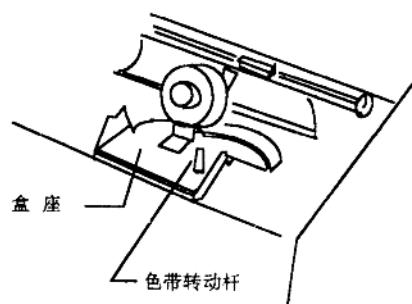
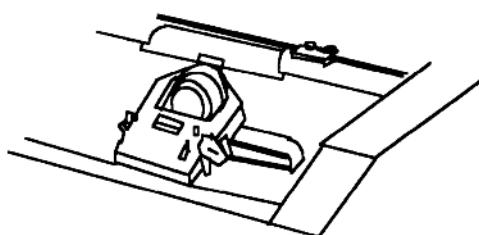

图 2
图 3
- (2) 如图2所示：将色带盒正面朝上(带旋钮的一面为正)，把机器上的色带固定卡向操作者方向拨动，使色带盒下方的小孔对准机器上的色带转动杆，轻轻压下色带盒，并复原色带盒固定卡，再次转动塑料旋钮特色带绷紧(如图3)。